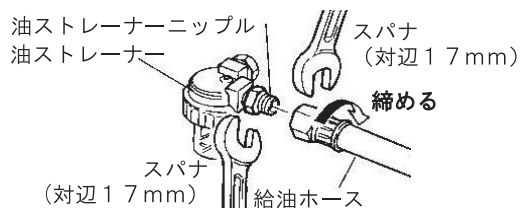

図3-4-1 給油ホース取付け方法
1. 本体タンクと接続されているホースを外し、給油ホースを油ストレーナーニップルにそれぞれスパナ掛けして確実に接続してください（図3-4-1参照）。